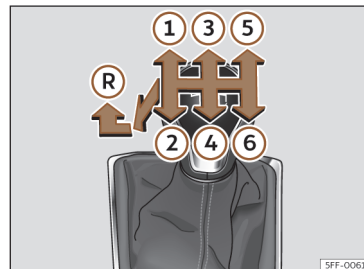

Fig. 114 Esquema de uma caixa de velocidades manual de 6 velocidades.
Na alavanca das velocidades indicam-se as posições das velocidades >>> **Fig. 114**.
- Com a alavanca das mudanças em ponto morto, pressione-a para baixo, mova-a para a esquerda até ao fim e depois para a frente para seleccionar a marcha-atrás >>> **Fig. 114**